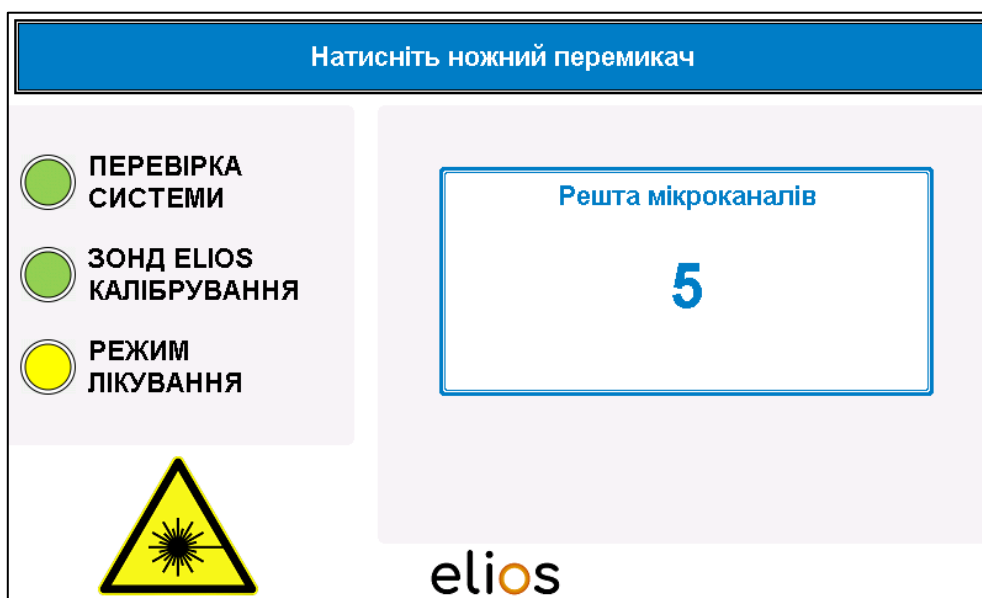

Рисунок 4.16. РЕЖИМ ЛІКУВАННЯ
- Коли досягнуто максимальної кількості 20 імпульсів на мікроканал, лазерне випромінювання автоматично зупиняється, і програма переходить до наступного вікна, де доступні ще 20 імпульсів (Рисунок 4.16).
- Якщо ногогий перемикач відпустити передчасно, лазерне випромінювання автоматично зупиниться, і програма також автоматично перейде до наступного вікна (Рисунок 4.16).